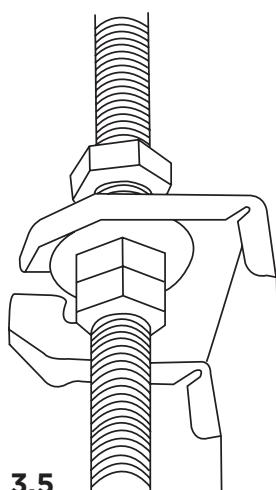

Fig. 3.5
- Montare l'unità interna Occorrono due persone per sollevare e mettere in sicurezza. Inserire i bulloni di sospensione nei fori di sospensione dell'unità. Fissarli usando le rondelle e i dadi inclusi (vedi Fig. 3.5).